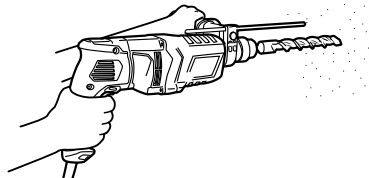

图 7
(2) 将钻头尖端放在钻孔位置，然后拉动触发开关。(图 7)
(3) 使用锤钻进行作业时，不需要用力推压。只要稍加按压，让钻碎的粉尘徐徐排即可。
钻头碰到建筑物的钢筋时会立即停止转动。但锤钻又将随即转动 (如图 7)，因此，必需握紧侧柄和操作柄。